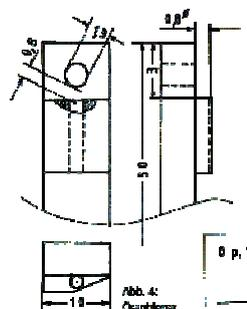

Abb. 4: Ösenbieger.
Zu 2: Was als Alternative zur Schlossermethode gedacht war, war ein Schnitt-Form-Werkzeug, wobei die Öse in einem Hub gefertigt werden sollte. Was von dieser großen Vorstellung übrig geblieben ist, ist die auf Abb. 4 skizzierte, aus 10 x 5 x 50mm-Vierkantstahl gefertigte Biegehilfe. Es wäre ein Fehler, diesen Biegezug nur nach dem bloßen Aussehen zu beurteilen. Wie auch immer, er ersetzt in jedem Fall die Zange. Der Nachteil ist, daß man ihn nur für einen festen Durchmesser gebrauchen kann. Es wäre ja auch zu viel verlangt, wenn sich dieser Winzling auch noch umrüsten ließe.
Herstellung der Biegevorrichtung Zur Erstellung der gerade im Einsatz gezeigten Vorrichtung (Abb. 4) sind anschließend zwei Möglichkeiten aufgezeigt: a) die für den Mechaniker und b) die für den Bastler. Zu a): Der Biegezug wird entsprechend der Zeichnung aus einem Stück gefertigt. Um hierbei die Wahl zu lassen, ob jemand zuerst die eine oder auch beide Bohrungen ausführt und dann den Absatz fräset oder erst fräset und dann bohrt, werden nur die Forderungen angesprochen:
5. Die Feinarbeit erledigt jetzt eine feine Vierkantfeile. Die wird so lange, ohne zu wackeln, an der Stirnseite der aufgelöteten Platte hin und hergeführt, bis sich ein Draht von 0,8 mm zwischen einem Bohrerschaft 1,3 mm und der Biegekante einschieben läßt (siehe Abb. 4).